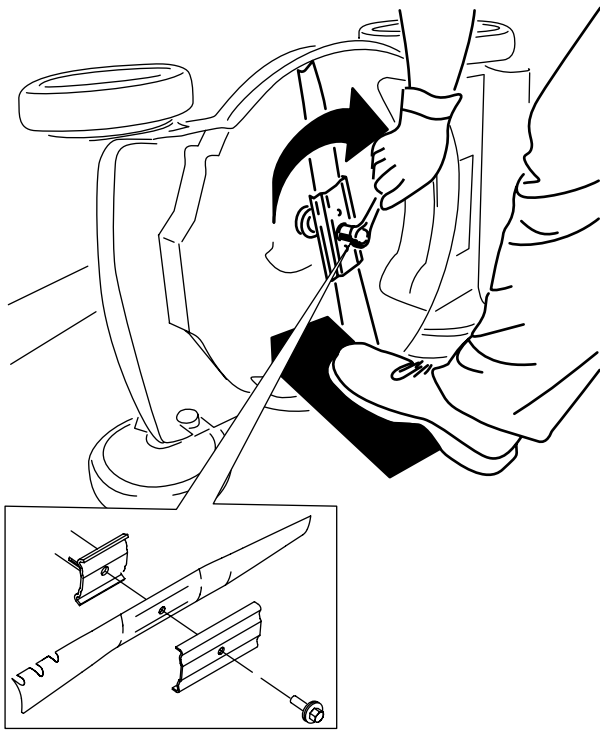

Figura 28
- Instale la cuchilla nueva y todos los herrajes de montaje (Figura 28).